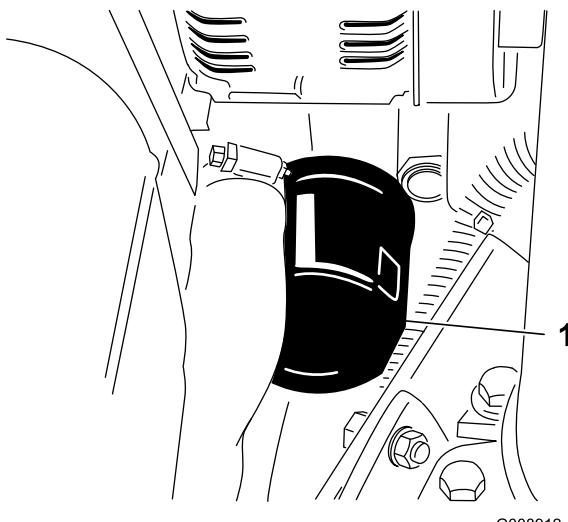

Рисунок 62
- Снимите масляный фильтр (Рисунок 62).